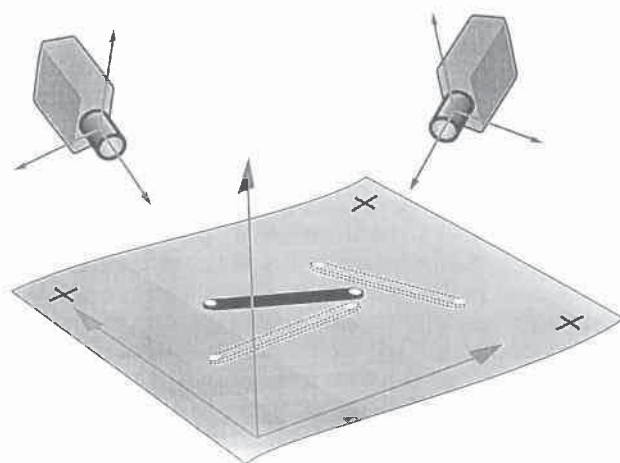

Fig 1. Camera setup and exterior orientation.
- L'orientation extérieure des caméras, c'est-à-dire leur position et orientation relative, est déterminée par une barre de référence (Figure 1). La barre de référence contient plusieurs LEDs infrarouges (IR) insérées dans un barreau invar et elle est connectée à la console du système MNS par un câble multi-usages. La barre de référence est dirigée de telle sorte que les deux caméras puissent voir les LEDs. Presser le bouton situé à l'extrémité de la barre entraîne le déclenchement de la mesure. L'utilisateur change ensuite l'orientation de la barre et presse à nouveau le bouton. Pour un résultat optimum, les mesures sont prises à l'intérieur de tout le volume de mesure concerné. Ceci permet une redondance maximum dans les procédures d'initialisation.